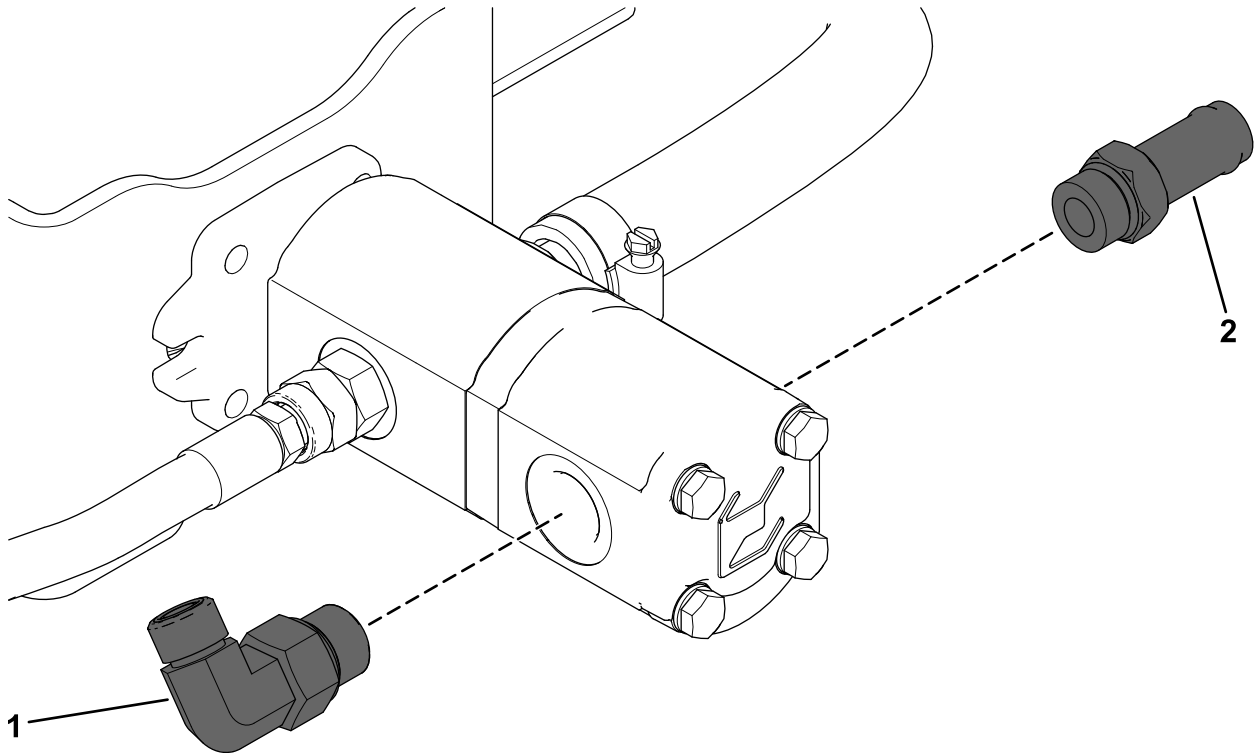

Figura 7
1. Enrosque el acoplamiento recto en el lado del conductor de la bomba (Figura 7).
2. Enrosque el acoplamiento de 90° en el lado derecho de la bomba (Figura 7).
La posición correcta del acoplamiento es con el extremo orientado hacia atrás a un ángulo de unos 45° hacia arriba (Figura 7).